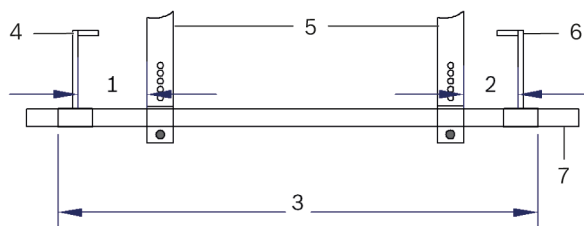

Figure 2: Écarteurs
- ▶ Ne dépassez pas la capacité de charge maximale, conformément au tableau « Capacité de charge des outils » et respectez les mesures de distance de la figure 2.
- ▶ Utilisez uniquement la traverse T40092/1 avec les deux roulements de maintien T40092/2 et T40092/3. Les supports T40091/2 sont soutenus sur la traverse (Figure 2).